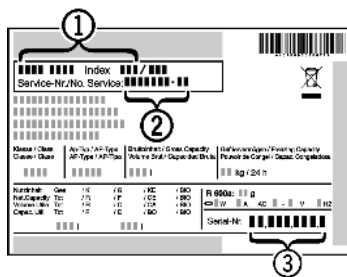

Fig. 7
- ▶ Leggere la denominazione dell'apparecchio *Fig. 7 (1)*, il n° assistenza *Fig. 7 (2)* e il n° di serie *Fig. 7 (3)* sulla targhetta identificativa. La targhetta identificativa è situata all'interno dell'apparecchio, sul lato sinistro.
- ▶ Informare il servizio di assistenza e comunicare il difetto, la denominazione dell'apparecchio *Fig. 7 (1)*, il n° assistenza *Fig. 7 (2)* e il n° di serie *Fig. 7 (3)*.